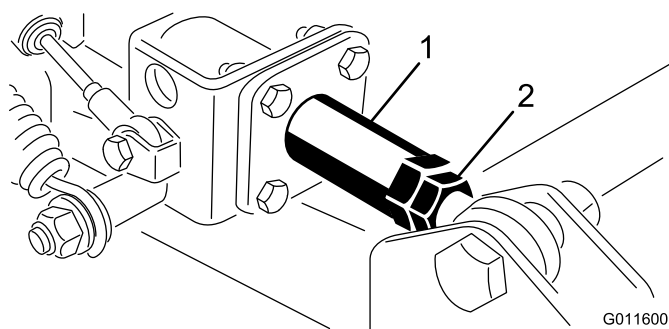

Figure 8
- D. Si un défaut d'alignement est détecté, desserrez l'écrou de blocage sur le côté tige du bras amortisseur du plateau latéral (Figure 8). Réglez l'accouplement pour le corriger ; il tournera librement dans le tube amortisseur. Tous les réglages doivent être effectués avec le côté tige du bras amortisseur boulonné sur le plateau.